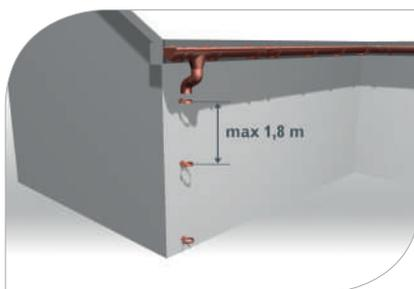

рис. 20
- 5.1 Закрепить дюбели на фасадной стене, учитывая толщину термоизоляции дома. На дюбели навинтить хомуты, сохраняя между ними расстояние не более 1,8 м (**рис. 20**)